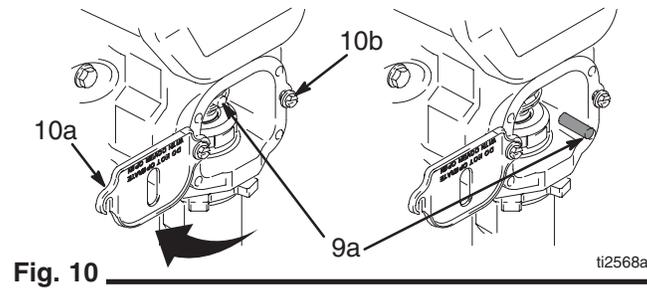

Fig. 10
1. Rinçage de la pompe (13).
3. Fig. 10. Desserrer deux vis (10b) et tourner le couvercle (10a).
2. Fig. 10. Mettre la broche en place (9a). Vérifier si le ressort de retenue (9b) est bien dans la gorge de la goupille.
8. Fig. 10. Tourner le couvercle (10a); serrer les vis (10b).